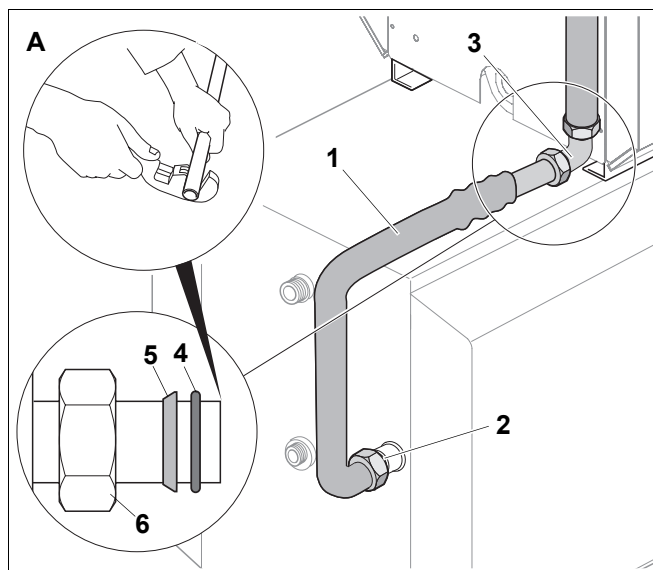

Рис. 7 Присоединение трубы обратной линии к баку-водонагревателю
- Отрезать отвод трубы обратной линии (рис. 7, **поз. 1**) согласно таб. 3.
- Слегка прикрутить отвод обратной линии (рис. 7, **поз. 1**) вместе с вложенным уплотнением (рис. 7, **поз. 2**) к штуцеру обратной линии на баке.
- Надеть накидную гайку (рис. 7, **поз. 6**), зажимное кольцо (рис. 7, **поз. 5**) и кольцо (Ø 26 x 3; рис. 7, **поз. 4**) на горизонтальную трубу.
- Надеть зажимное кольцо (рис. 7, **поз. 5**) скошенной стороной к накидной гайке (см. выноску на рис. 7).
- Надеть отвод обратной линии на угловое резьбовое соединение с зажимным кольцом (рис. 7, **поз. 3**).